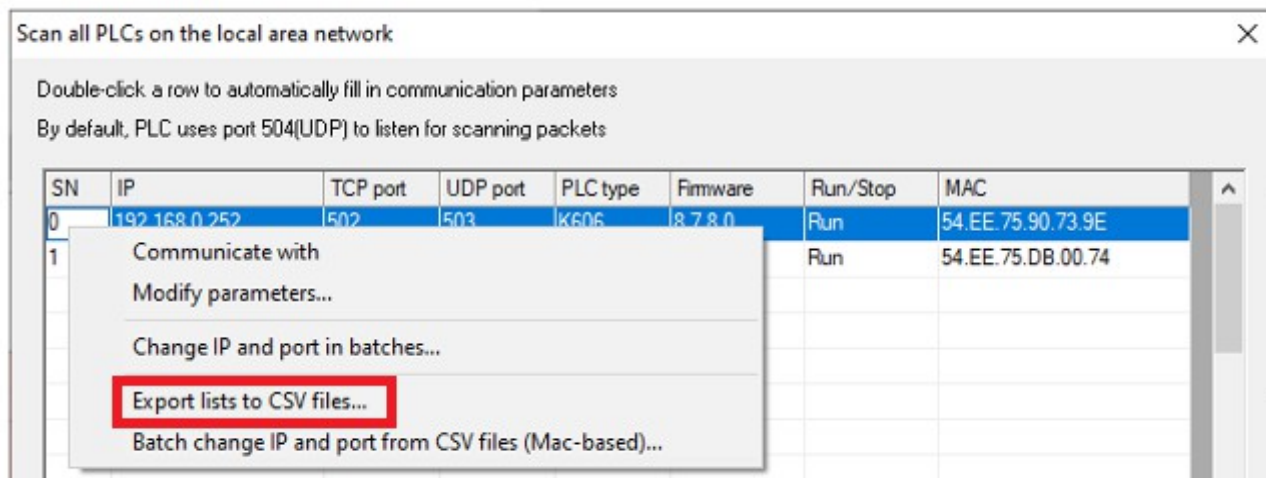
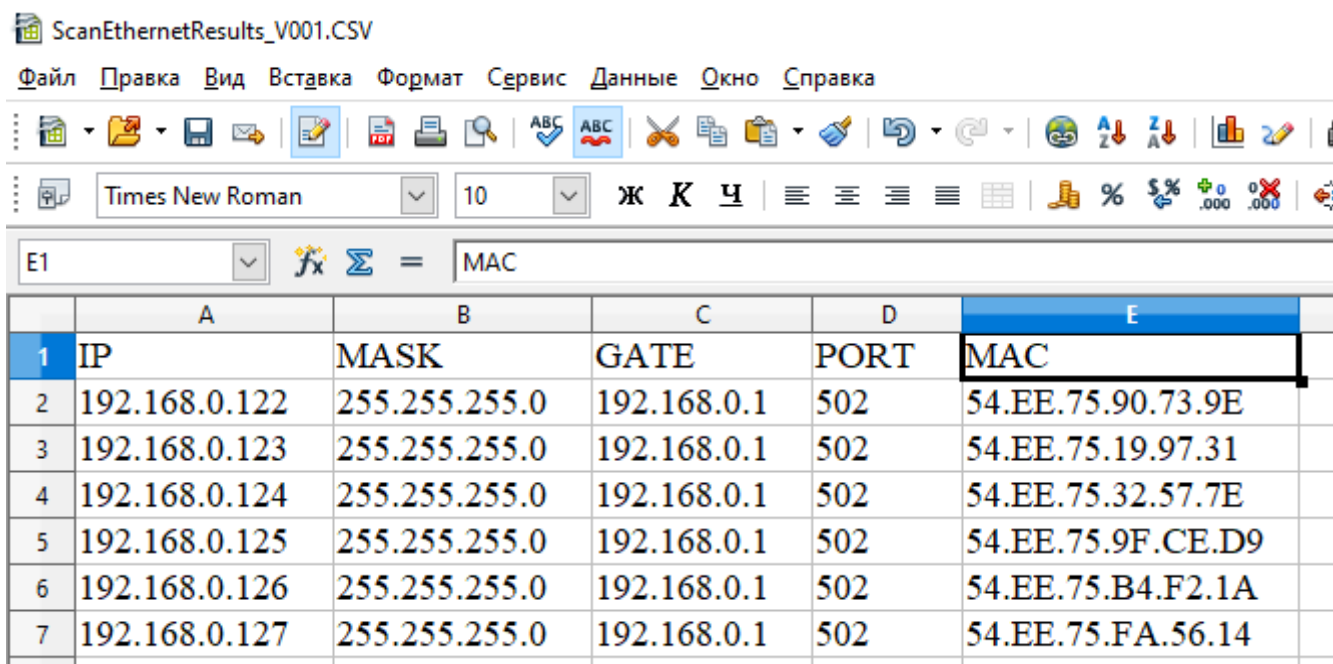

Рис. 9
Рис. 10
1) Экпортируйте все параметры ПЛК в сети в файл CSV, как показано на рис. 9 и рис. 10.